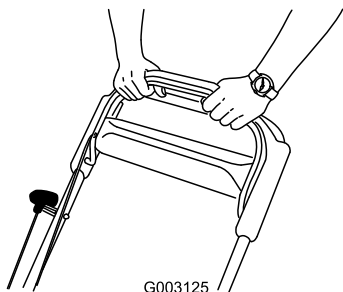

Figure 20
3. Maintenez la barre de commande de la lame contre le guidon (Figure 20).